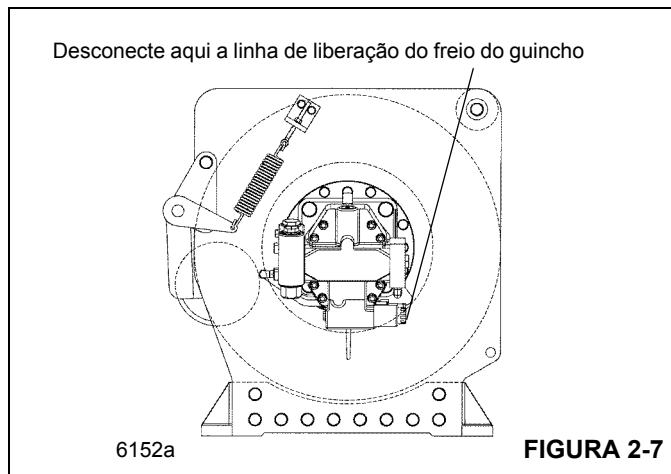

FIGURA 2-7
5. Desconecte e tampe a mangueira que sai da válvula de controle direcional principal e vá até a entrada A de guincho(s) da válvula de controle do motor do guincho. (Consulte a Figura 2-7.) Desconecte a linha de liberação do freio do guincho no guincho, tampe a conexão e coloque um bujão na mangueira.